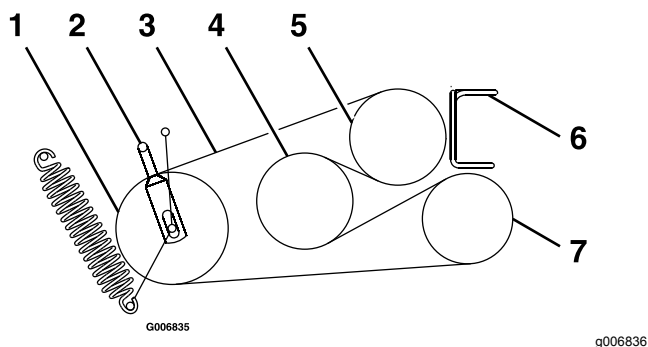

Figure 48
6. Desserrez les guides de courroie **A** et **B** (Figure 48).
8. Installez les courroies neuves sur les poulies, comme montré à la Figure 48.